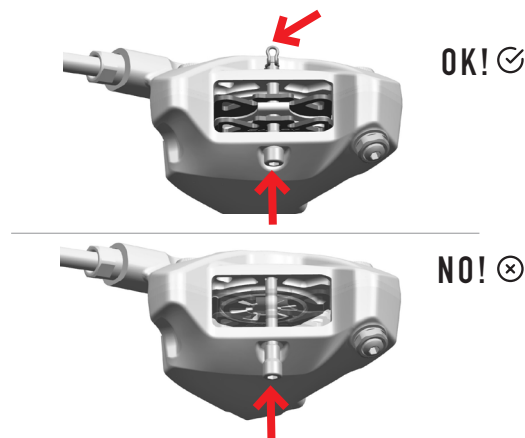

図15
- ・ パッドを定位置に固定するねじの位置が適正でない場合、そして/または、ねじの根元にある割りピンが喪失した場合 (図15)